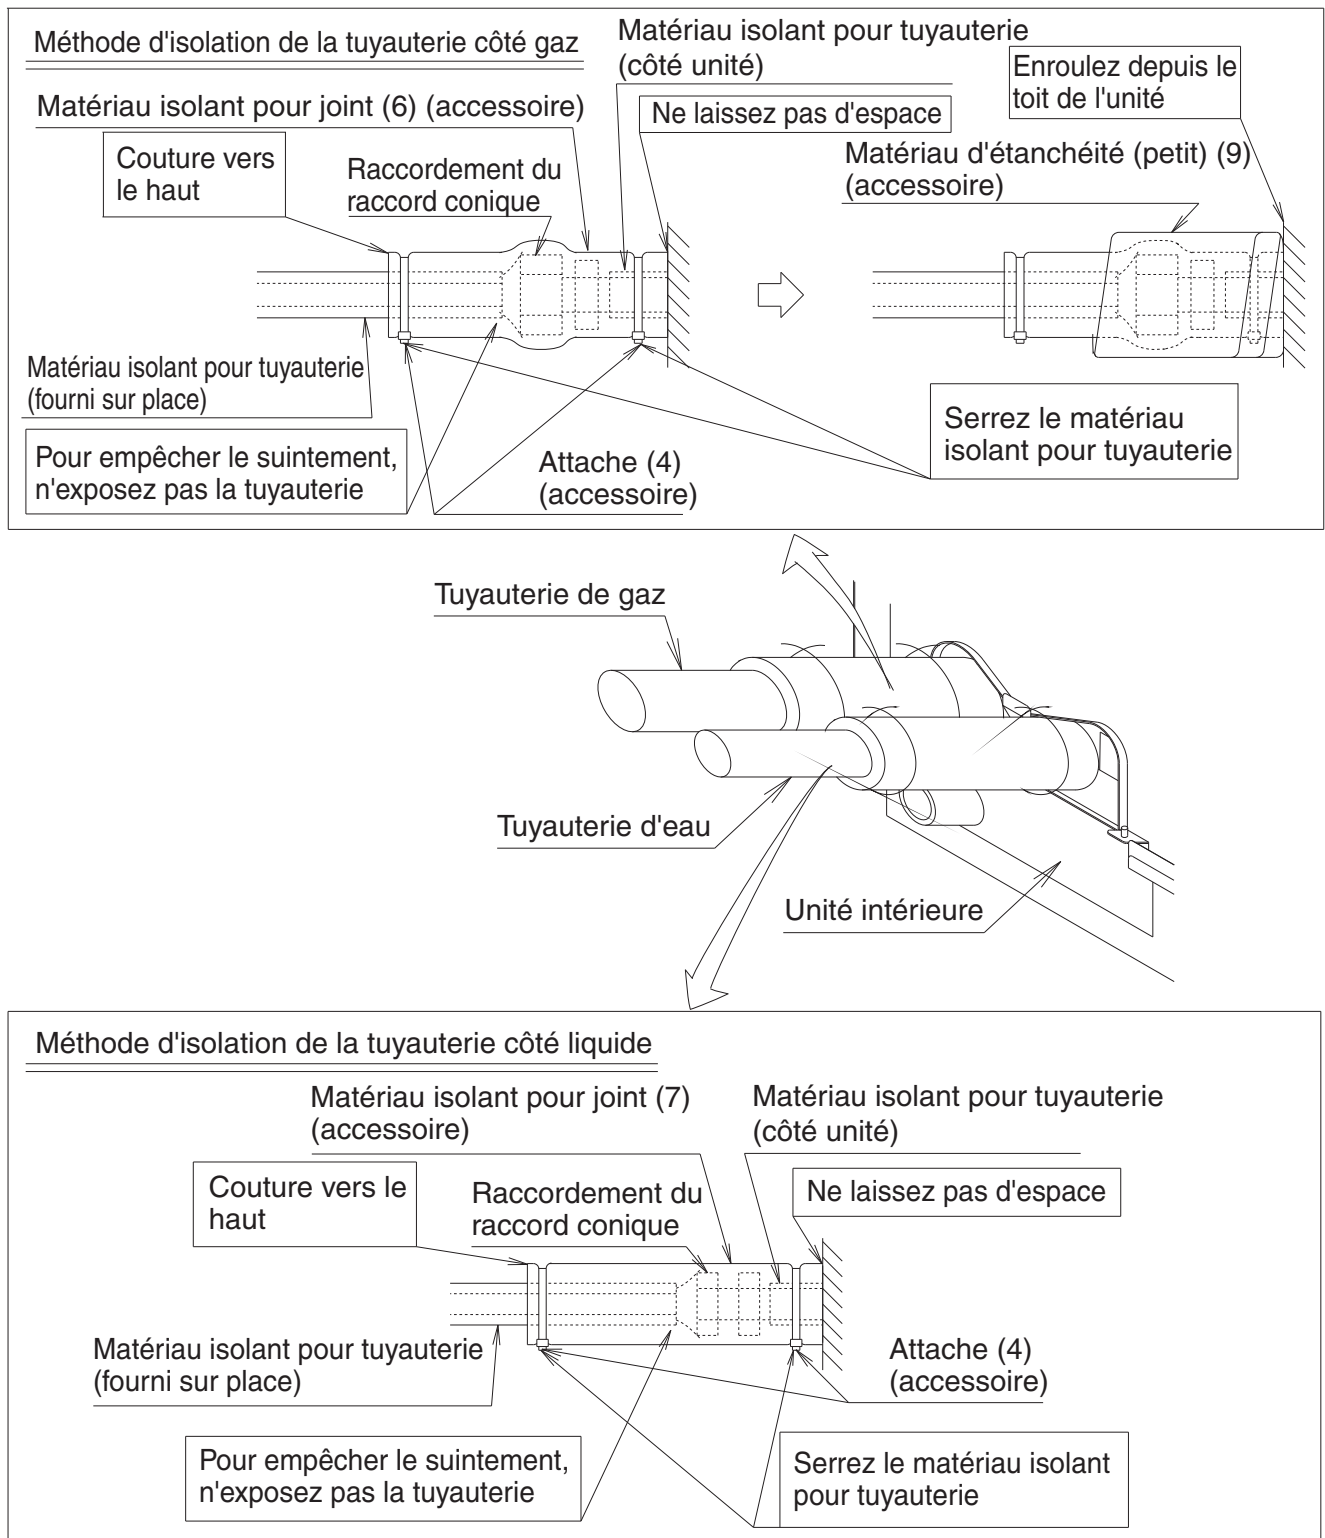

Fig. 15
- Après le test de fuite, en vous référant à la **Fig. 15**, isolez les connexions des tuyaux de gaz et de liquide avec le matériel de joint isolant fourni (6) et (7) afin d'éviter que les canalisations ne soient exposées. Puis, serrez les deux extrémités du matériau isolant à l'aide d'une attache (4).
- Enroulez le matériau d'étanchéité (petit) (9) autour du matériau isolant des joints (6) (section des raccords coniques), uniquement du côté de la tuyauterie de gaz.
- Assurez-vous d'amener la couture du matériau isolant des joints (6) et (7) vers le haut.